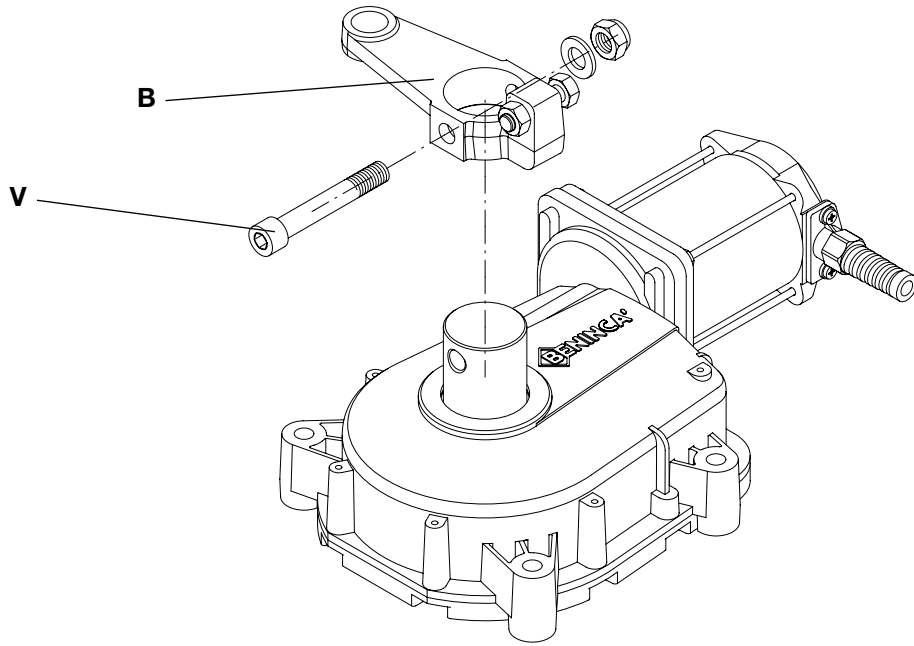

Fig.2
- 1 Monteer drijfstang 'B' zoals getoond in Fig. 2 door schroef V stevig vast te draaien (max. aandraaimoment 45 Nm).